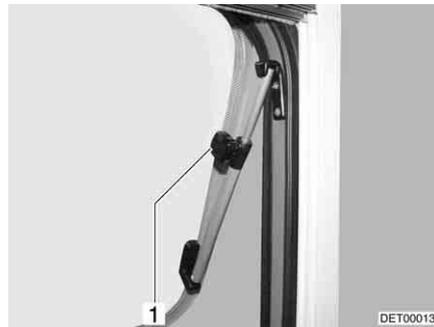

Bild 54 Ausstellfenster mit Dreh-Aussteller
- Das Ausstellfenster bis zur gewünschten Stellung öffnen und mit Rändelknopf (Bild 54,1) feststellen.
- Rändelknopf (Bild 54,1) drehen, bis die Arretierung freigegeben wird.